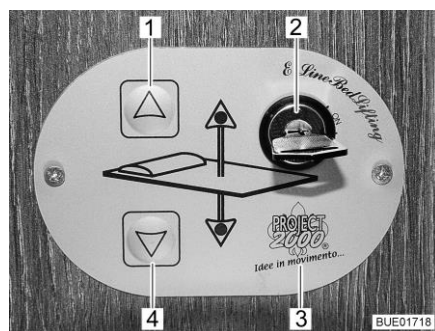

Bild 50 Kontrollenhet
Med knapparna (Bild 50,1 och 4) på kontrollenheten (Bild 50,3) sänks och lyfts den höjbara sängen. Med nyckelbrytaren (Bild 50,2) säkras kontrollenheten mot obehörig användning.
- Vrid nyckeln i nyckelbrytaren (Bild 50,2) 90° medurs på ställningen "On". Kontrollenheten (Bild 50,3) är aktiverad.
- Tryck på pilknappen (Bild 50,4) och håll den så länge intryckt till den höjbara sängen sänks ned till önskad position.
- Tryck på pilknappen (Bild 50,1) och håll den så länge intryckt till den höjbara sängen lyfts fram till gränsställningen.
Om den höjbara sängen inte längre går att flytta med pilknapparna (Bild 50,1 och 4) kontrollera först säkringarna (se avsnitt 8.9.1). Om säkringarna är okej och den höjbara sängen ändå inte går att flytta kan den höjbara sängen manövreras manuellt i nöddrift.